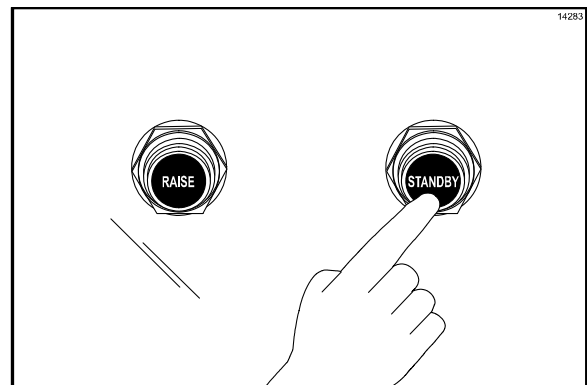

Figure 117
10. Appuyer sur le bouton Standby (attente) pour fermer la plaque (Cf. Figure 117).